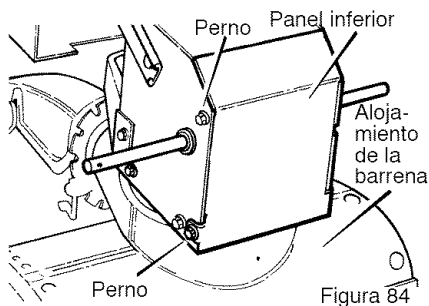

Figura 84
2. Ponga el quitanieves en posición vertical sobre la parte delantera del **alojamiento de la barrena** (Figura 84).
4. Afloje los **pernos** a cada lado del **panel inferior** (Figura 84).
5. Instale el **panel inferior** (Figura 84).
2. Ponga el quitanieves en posición vertical sobre la parte delantera del **alojamiento de la barrena (4)**. (Figura 84).